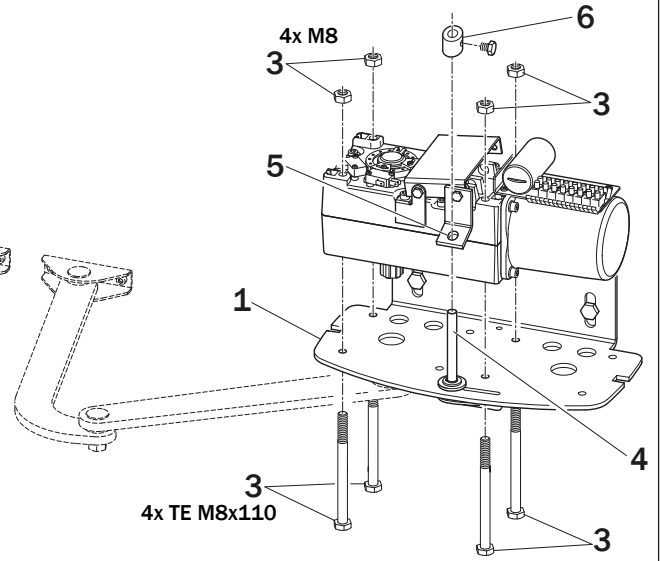
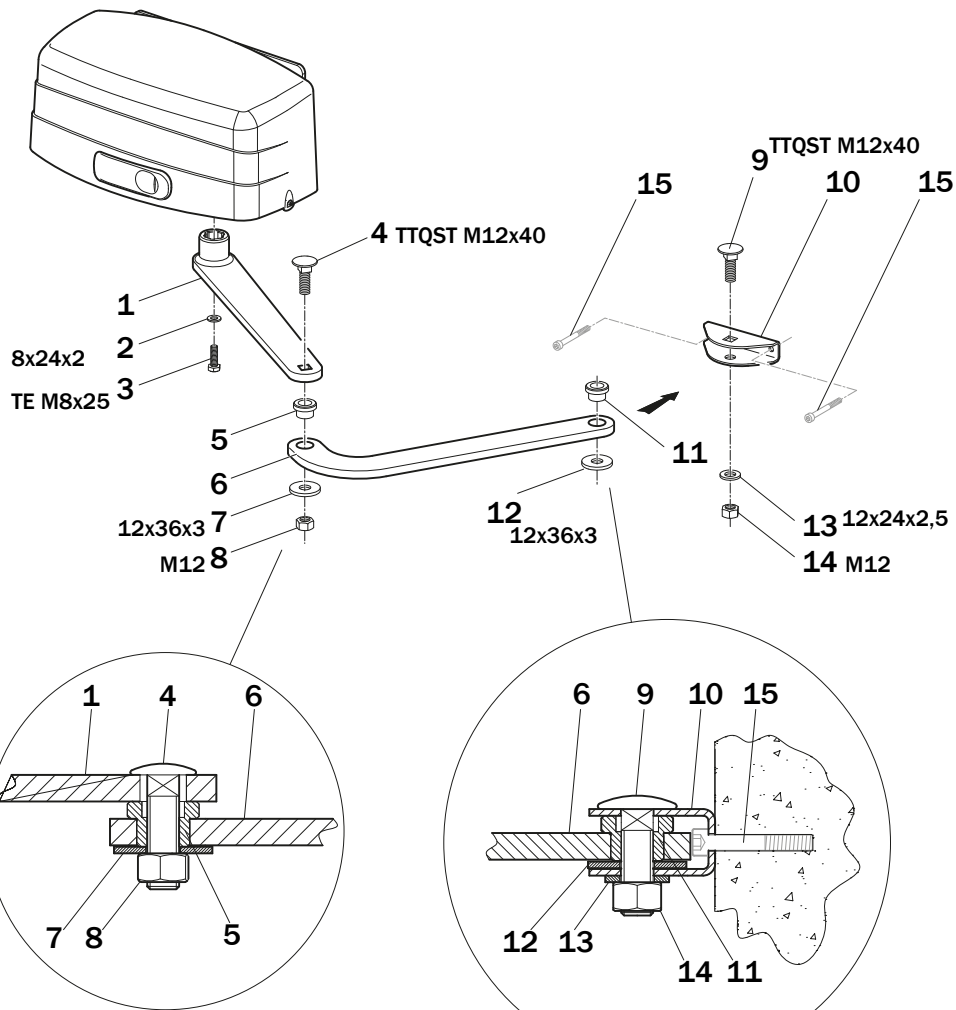

Fig. 1
Fig. 2
4. With the gate fully closed, assemble and install the jointed arms as shown in figure 2.
4. Bei komplett geschlossenem Tor die Gelenkarme wie in Abbildung 2 angeben zusammenbauen und installieren.
4. À portail complètement fermé, assembler et installer les bras articulés comme indiqué en figure 2.
2. In base alla posizione di installazione del motore: destra (fig. 1) o sinistra (fig. 2) regolare i finecorsa come indicato di seguito.
2. Depending on which side the motor is installed on, (fig. 1) if installed on right or (fig. 2) if installed on left, adjust the limit switches as described as follows.
2. Je nach Installationsposition des Motors: rechts (fig. 1) oder links (fig. 2) die Endschalter wie nachstehend angegeben einstellen.
2. En fonction de la position d'installation du moteur : droite (fig. 1) ou gauche (fig. 2) régler les butées comme indiqué ci-après.
2. En función de la posición de montaje del motor: derecha (fig. 1) o izquierda (fig. 2) ajuste los finales de carrera, como se muestra a continuación.
2. Em base à posição de instalação do motor: direita (fig. 1) ou esquerda (fig. 2) ajuste os fins de curso conforme indicado a seguir.